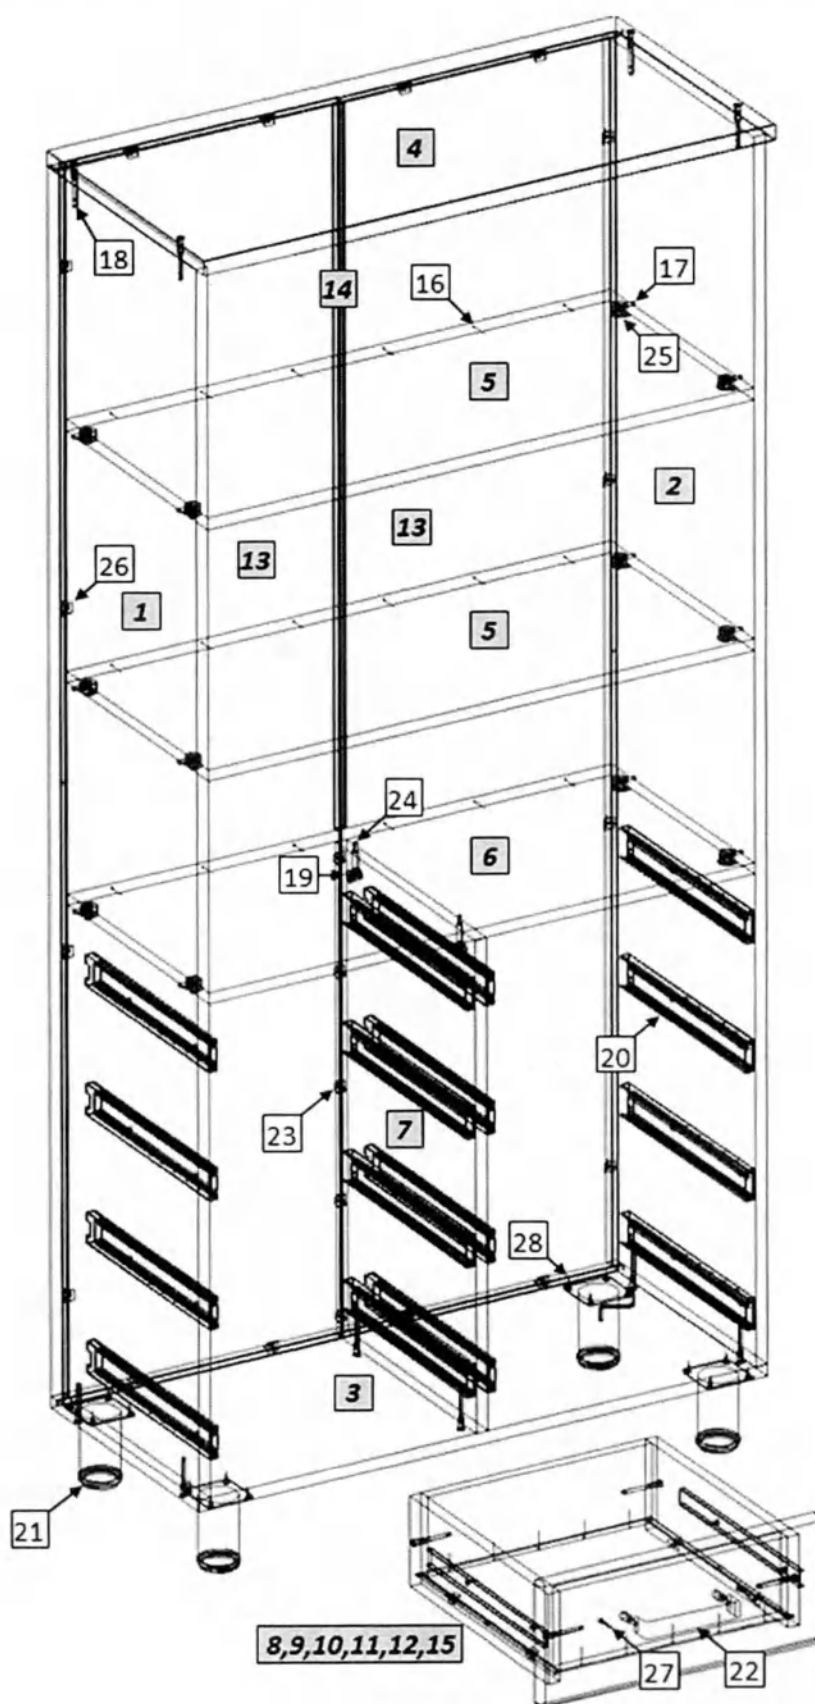

Рис. 1
1. Внимательно ознакомьтесь со схемой сборки, изображённой на рис. 1, сверяясь со спецификацией на изделие. Согласно схеме и спецификации определите расположение деталей в изделии и порядок их сборки. Сборка производится на ровном полу, укрытом материалом, предотвращающим повреждение покрытия пола и деталей мебели. Подготовьте необходимые для сборки инструменты – плоскую и крестовую отвёртки, молоток, рулетку или линейку.
2. На боковых стенках (1,2) установите ввинчиваемые дюбели эксцентриковых стяжек (20). На боковых стенках (1,2,12,13) установите монтажные планки петель (22). На горизонтальных стенках (5) установите эксцентриковые стяжки (26). Евровинтами (21) соедините боковые стенки шкафа (1,2) с горизонтальной нижней стенкой (3) и крышкой (4), вертикальные боковые стенки антресоли (12,13) с горизонтальной нижней стенкой (14) и крышкой (15), установив в пазы задние стенки (6,16). В стык задних стенок шкафа устанавливается соединительный профиль (11). Закрепите задние стенки в пазах уголками (27). Установите и закрепите горизонтальные стенки (5), гвоздями (19) зафиксируйте к ним заднюю стенку. На горизонтальной нижней стенке (3) шурупами (28) закрепите опоры (23).
3. На дверях (7,8,9,10,17,18) шурупами 4×16 (28) закрепите петли (24), установите ручки (25). Закрепите двери к боковым стенкам. При необходимости отрегулируйте положение дверей винтами петель. На видимые головки евровинтов установите заглушки (29).